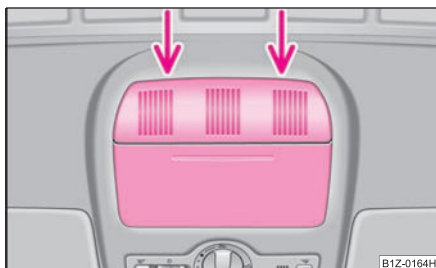

Fig. 38 Imagine din plafon:
- Trageți capacul în jos ⇒ fig. 38.